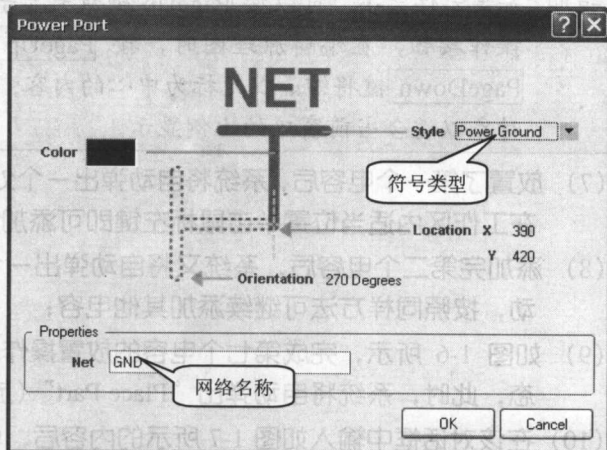

图 1-9 电源端口对话框
- (13) 按照同样方法添加第二个接插件后，单击鼠标右键退出放置接插件命令状态，系统将自动弹出放置元件对话框，单击  按钮，返回原理图编辑工作环境；
- (14) 单击菜单命令“Place-Power Port”（放置-电源端口）或者单击工具栏中的  按钮，然后按  键打开如图 1-9 所示的“Power Port”（电源端口）对话框，并按图中所示设置各选项参数，然后单击  按钮，进入原理图编辑工作环境，一个浮动的电源（地）端口随着光标一起移动，在工作区内适当位置单击鼠标左键，放置该电源（地）端口，再单击鼠标右键，退出电源端口放置命令状态；